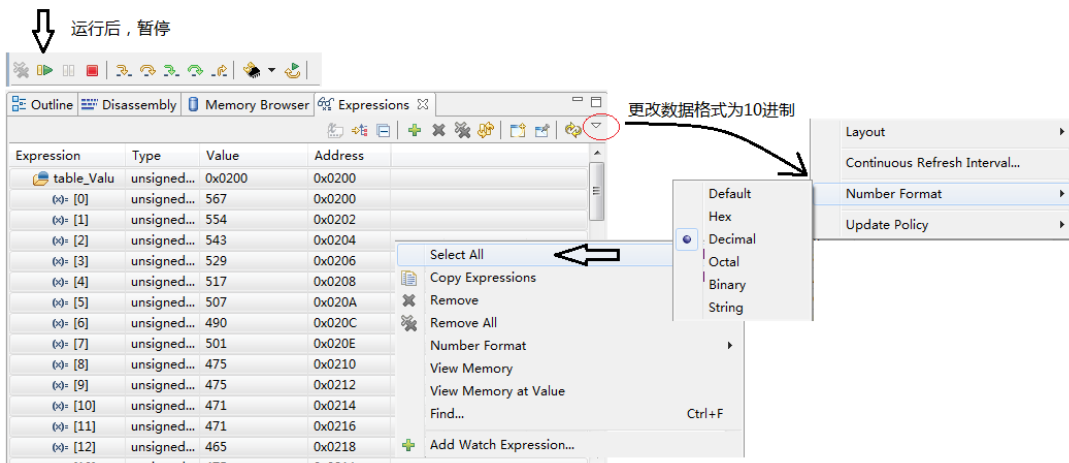

图 20.10 在 CCS 中仿真运行提取数据
如图 20.10 所示，我们可以将数据取出后，再用其他软件还原。
- 3) 根据图 20.10 中的提示，将数据类型改为 Decimal 十进制。